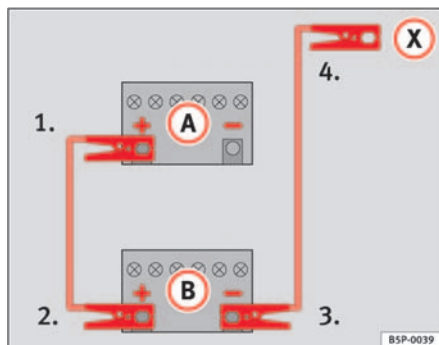

Fig. 180 Esquema de conexión de los cables de emergencia
En la ⇒ fig. 180 A representa a la batería sin carga y B a la batería con carga.
- 1. Emborne un extremo del cable de emergencia rojo al polo positivo ⇒ fig. 180 ⊕ del vehículo con la batería descargada ⇒ ⚠.